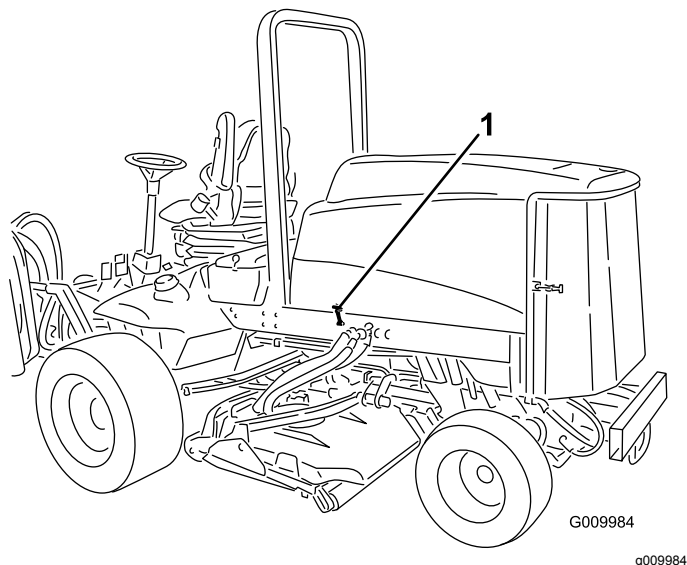

Figura 18
1. Rilasciate i fermi e il perno del cofano (Figura 18) e aprite il cofano.